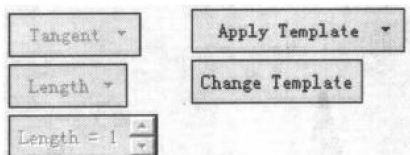

图 1-15
(6) 建立延伸曲面, 将参数中的 No Template (无模板) 改为 Apply Template (应用模板), 然后选择 Change Template (修改模板), 如图 1-15 所示。